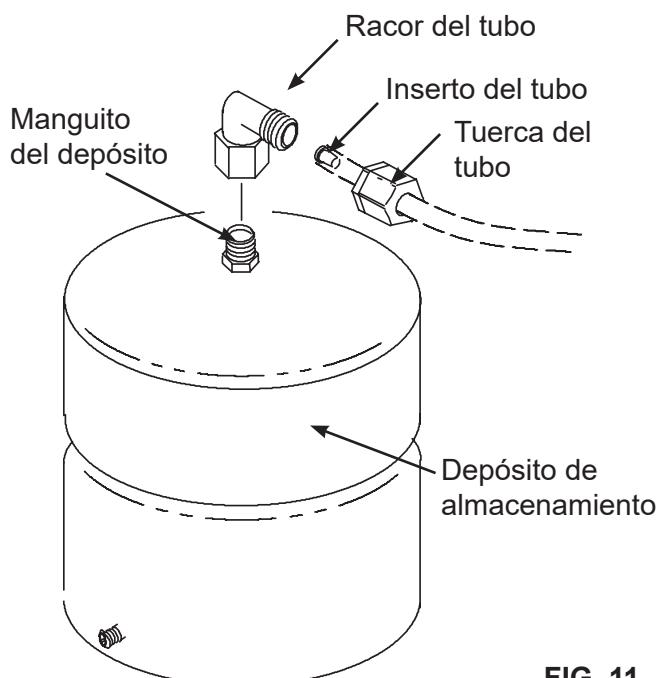

FIG. 11
1. Aplicar una banda de estanqueidad (2 capas en sentido de las agujas del reloj) sobre la rosca del manguito situado en la parte superior del depósito. Cf Fig. 11.
2. Identificar el racor del tubo. Cf Fig. 11. Enroscar el racor al manguito del depósito efectuando 7-8 vueltas, con cuidado de no dañar la rosca o no apretarlo demasiado.
5. Conectar el tubo amarillo al depósito de almacenamiento. Cf Fig. 11 y 21.